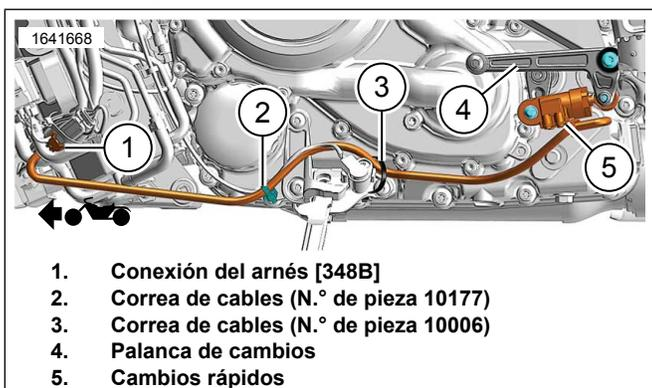

Figura 7. Quickshifter
- b. Consulte la Figura 7. Conecta el arnés de los cambios rápidos y el arnés con soporte lateral con la correa de cables (3) sin apretar.
- c. Conecta el arnés de los cambios rápidos y el montaje de la estructura con soporte lateral con la correa de cables (2) sin apretar.
- a. Consulte la Figura 7. Conecta el arnés de los cambios rápidos con soporte lateral con la correa de cables (3) sin apretar.
- b. Conecta el arnés de los cambios rápidos y el montaje de la estructura con soporte lateral con la correa de cables (2) sin apretar.